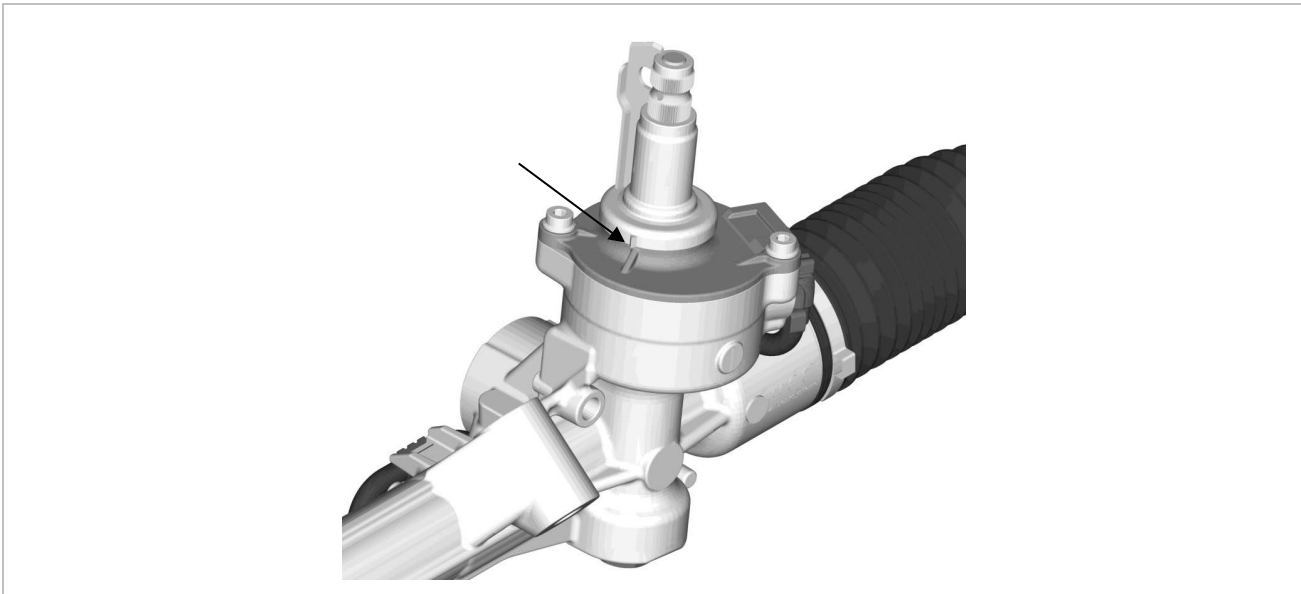

Abb. 2: Markierungen der Schutzkappe an der Lenkspindel und des Sensordeckels
- ▶ Bei Variante mit Markierungen müssen die Markierungen der Schutzkappe an der Lenkspindel und des Sensordeckels übereinstimmen (siehe Abb. 2).